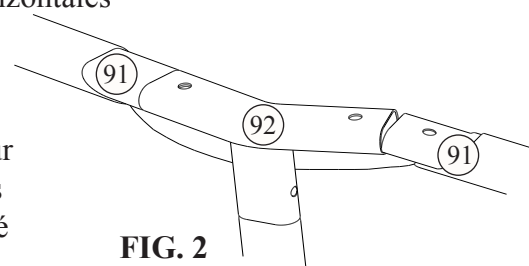

FIG. 2
3. À la dernière connexion, installez le dernier Raccord-Té sur l'extrémité d'une poutres. Soulevez les deux dernières Poutres pour former un angle entre elles qui facilitera l'introduction de leur extrémité dans le Raccord-Té en abaissant les deux poutres ensemble. **Fig. 2**. Cette opération peut nécessiter deux personnes. Maintenant commencez à placer les Goupilles (93) / Œillets (97) par le haut des Raccords-Té jusqu'à ce que chaque Goupille s'enclenche en place dans le Raccord-Té, comme dans **Fig. 3**.